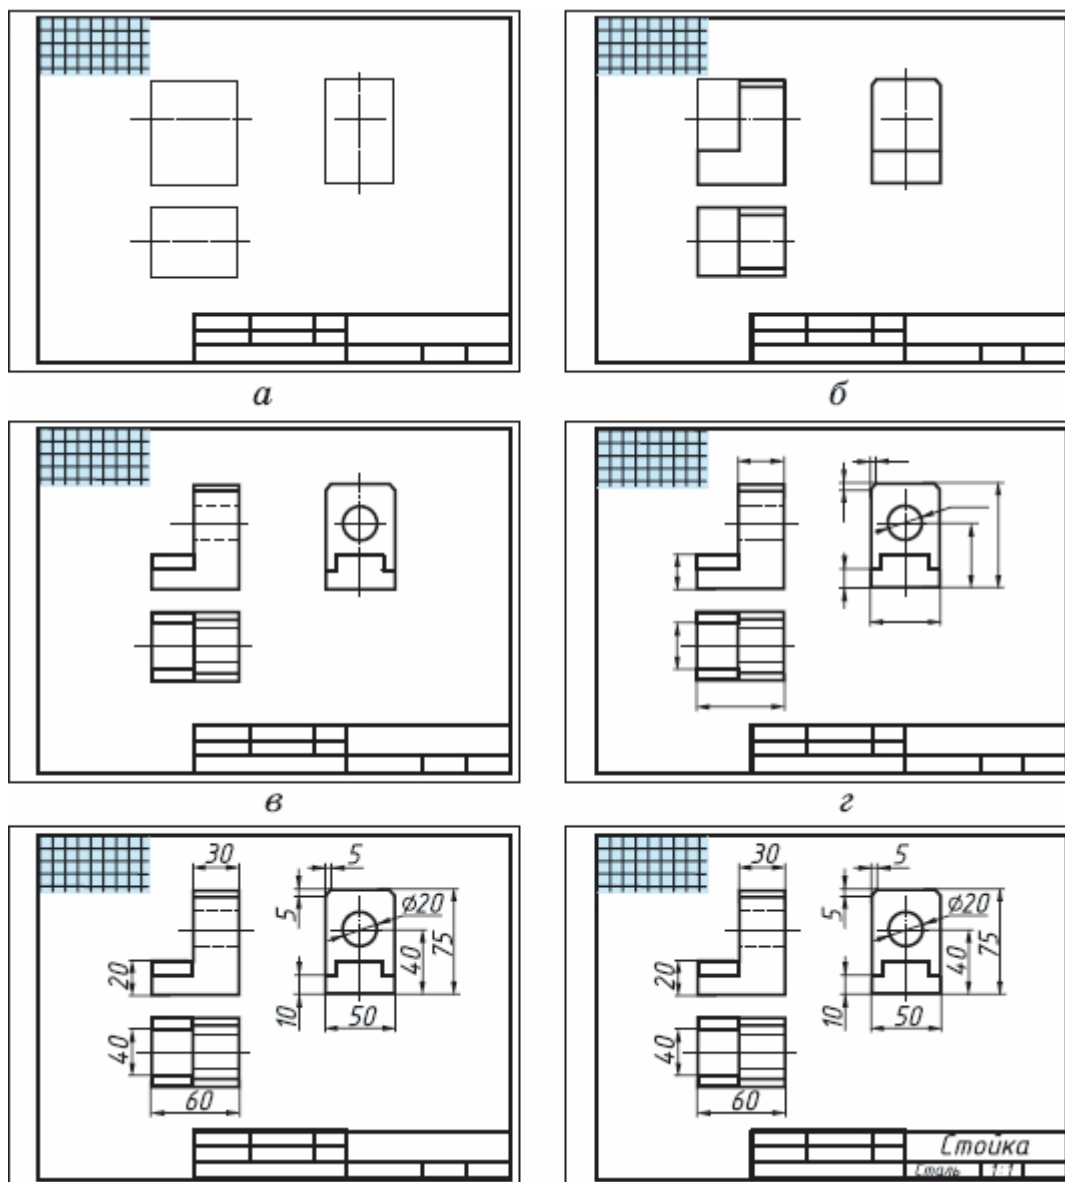

Рис. 73 Порядок выполнения эскиза детали
Строят изображения детали на эскизе в такой последовательности (рис. 73).
2. Определяют, как лучше разместить изображения на поле чертежа, и вычерчивают тонкими линиями габаритные прямоугольники. При необходимости проводят осевые и центровые линии (рис. 73, а).
3. Наносят на видах внешние (видимые) контуры детали (рис. 73, б).
4. Штриховыми линиями изображают невидимые части и элементы детали (рис. 73, в).
5. Наносят выносные и размерные линии (рис. 73, г).
6. Обмеряют деталь, наносят размерные числа и, в случае необходимости, требуемые надписи (рис. 73, д).
7. Заполняют основную надпись (рис. 73, е), где указывают название детали, материал, из которого она изготовлена, другие сведения.